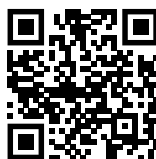

Fig. 140
- ▶ Otworzyć Liebherr SmartMonitoring Dashboard. (patrz Fig. 140)